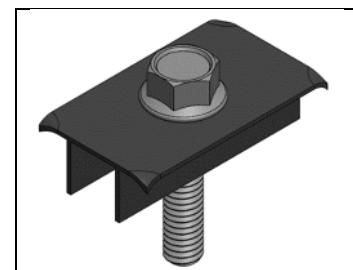

Rysunek 1a: Miejsca przyłożenia nacisku klamer
2) **Klamry lub zaciski zabezpieczające:** Należy zamontować moduł zaciskami umieszczonymi przeciwlegle na dłuższych i/lub krótszych bokach ramy modułu. Dozwolona lokalizacja zacisku powinna być zgodna z Załącznikiem. Instalatorzy muszą zapewnić odpowiednio wytrzymałe klamry, tak aby osiągnąć maksymalną wytrzymałość konstrukcyjną modułów. Firma Maxeon nie dostarcza zacisków ani klamer. Zaciski muszą wywierać nacisk współliniowo do „ścianki” ramy modułu, nie tylko górnego kołnierza. Klamry nie powinny wywierać nadmiernego nacisku na górną część ramy, odkształcać górnego kołnierza ani stykać się ze szkłem – tego rodzaju praktyki unieważniają gwarancję na moduł oraz powodują ryzyko uszkodzenia szkła. Rys. 1a przedstawia miejsce występowania nacisku górnej klamry ramy. Należy unikać zaciskania krawędzi modułu w odległości 50 mm od rogu, aby ograniczyć ryzyko odkształcenia i pęknięcia szkła. Podczas mocowania ramy modułu moment dociskania nie może przekroczyć 15 Nm, w przeciwnym razie istnieje ryzyko odkształcenia ramy. Należy użyć skalibrowanego klucza dynamometrycznego. Przed instalacją systemy montażowe należy ocenić pod względem zgodności, szczególnie w przypadku nieużywania zacisków lub klamer. Aby uzyskać zatwierdzenie dla niestandardowych zacisków lub klamer zabezpieczających, gdy wartości dociskania są wyższe od podanych, należy skontaktować się z firmą Maxeon.